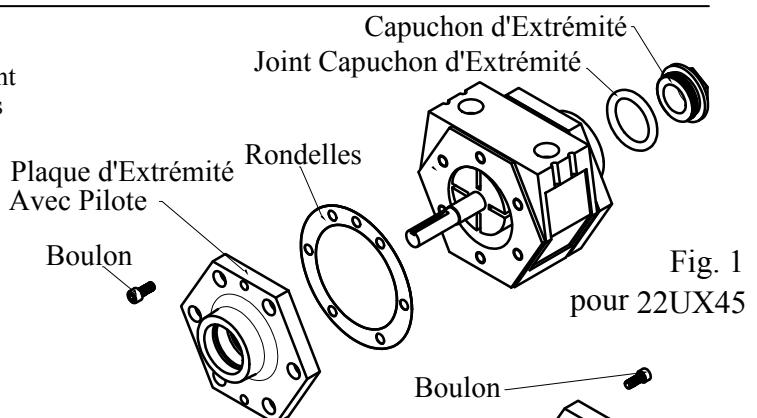
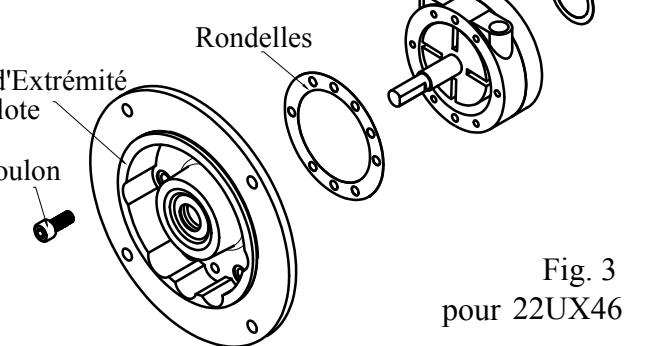
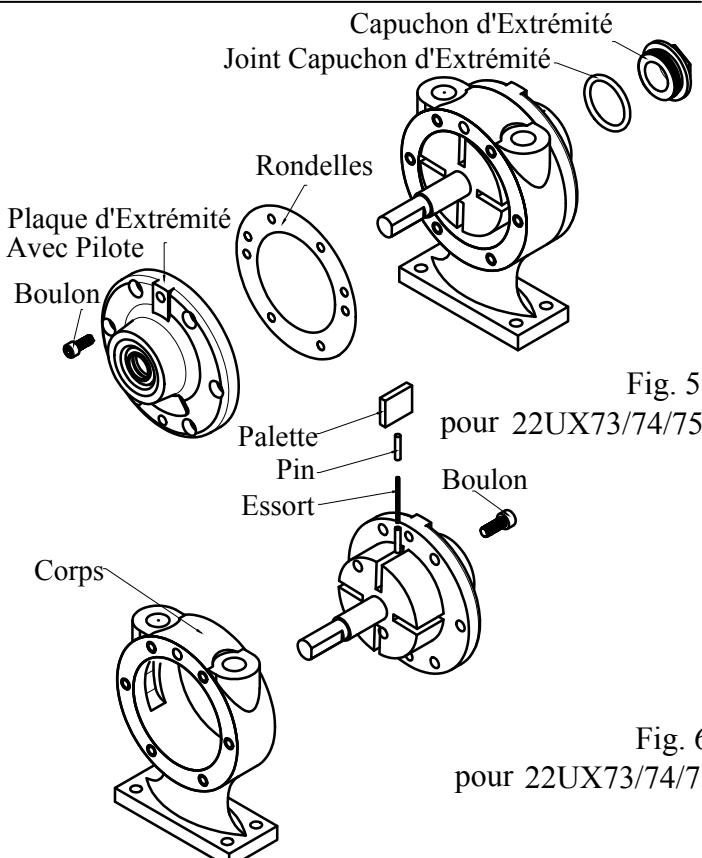

Fig. 1
Fig. 3
Fig. 5
1. Utilisez la clé de taille appropriée pour enlever soigneusement le capuchon d'extrémité à partir du moteur avec un couple d'environ 25 ft-lb. Ensuite, retirer le joint capuchon d'extrémité. Voir fig. 1, fig. 3, fig. 5.
3. Retirez la plaque d'extrémité avec pilote. Voir fig. 1, fig. 3, fig. 5.